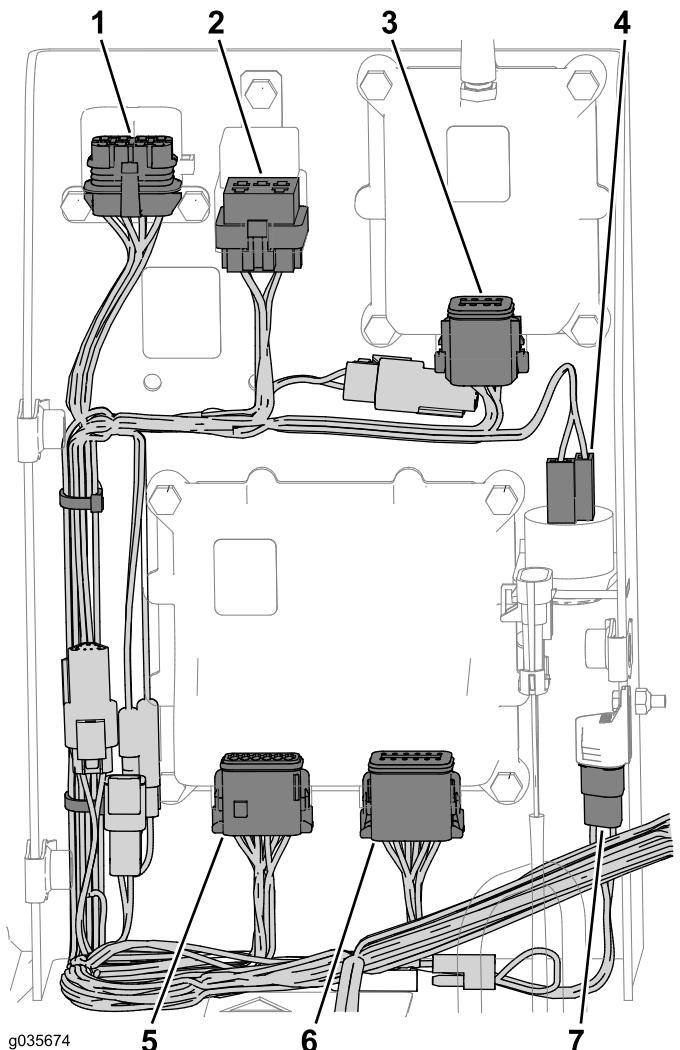

図 21
3. コネクタの色とキー溝にしたがって、それぞれのコネクタを対応するプラグに接続する(図 21)。